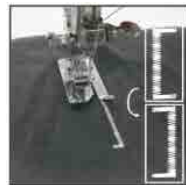

Fig.20
- (5) Levantar el prensatelas, girando el paño por 180 ° (Fig. 20).